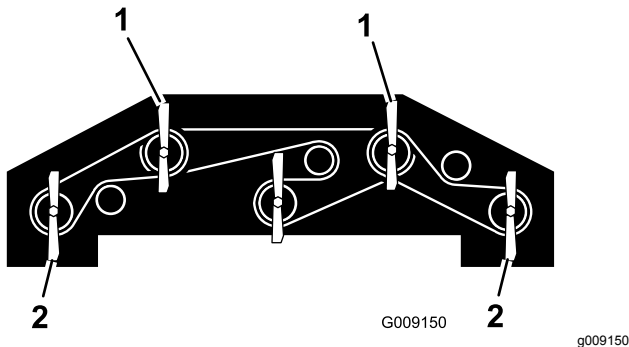

Bild 139
1. Drehen Sie jedes so, dass es geradeaus weist (Bild 139).